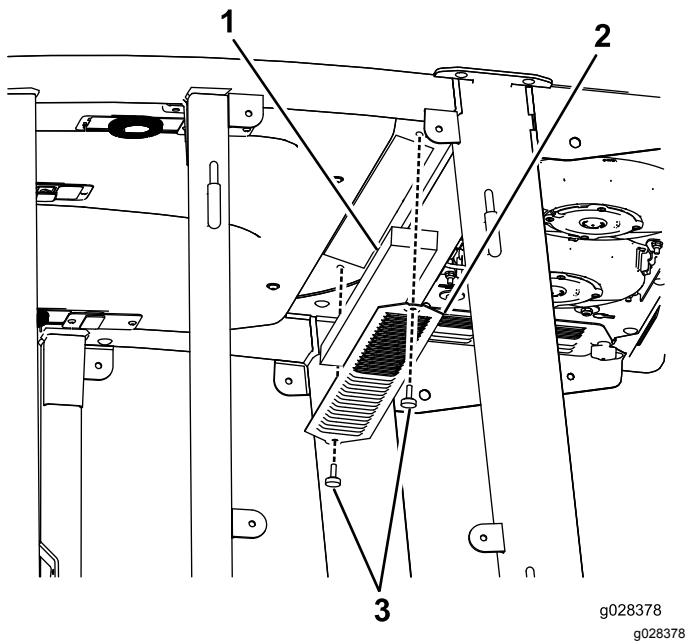
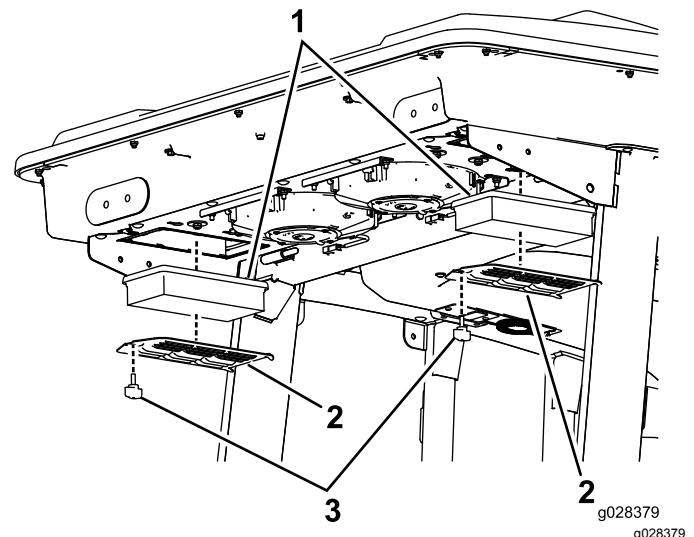
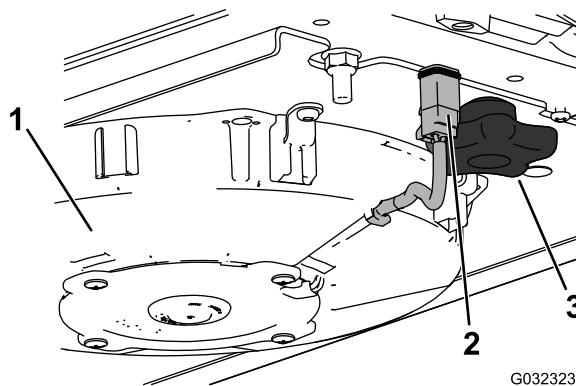
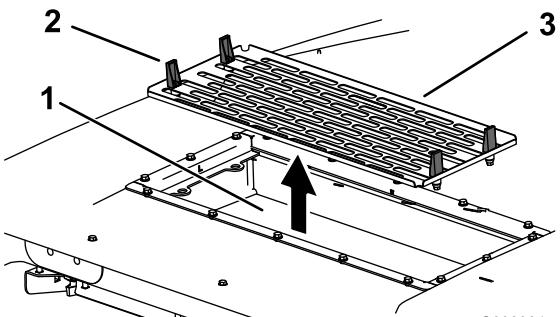

Figura 145
Figura 146
Figura 148
Figura 149
1. Remova os parafusos e as grelhas dos filtros de ar interior e traseiro da cabina (Figura 145 e Figura 146).
4. Retire os filtros de ar (Figura 146).
6. Instale os filtros de ar, painel e conjunto da ventoinha (Figura 146, Figura 148 e Figura 149).
7. Ligue o fio de cada uma das ventoinhas (Figura 148).